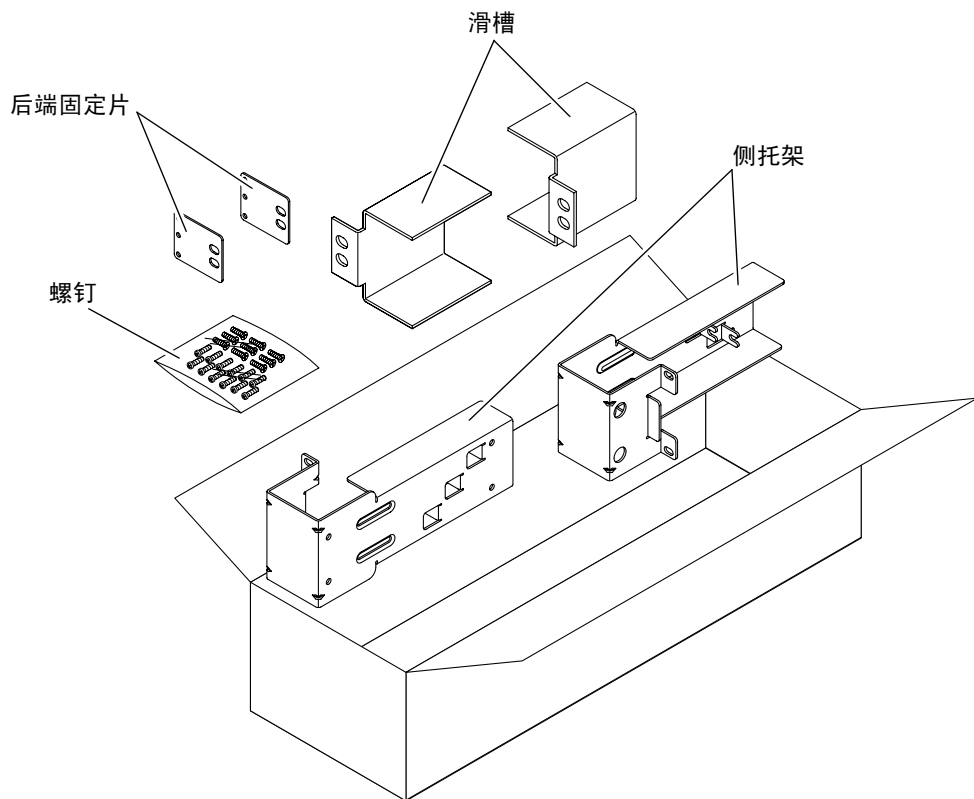

图 3-23 23 英寸双柱机架固定式安装套件中的物品
1. 从机架套件中取出侧托架（图 3-23）。
3. 从机架套件中取出滑槽（图 3-23）。
7. (可选) 如果机架所处环境中存在较大的振动, 请使用后端固定片将服务器更牢固地固定在机架上 (图 3-23)。